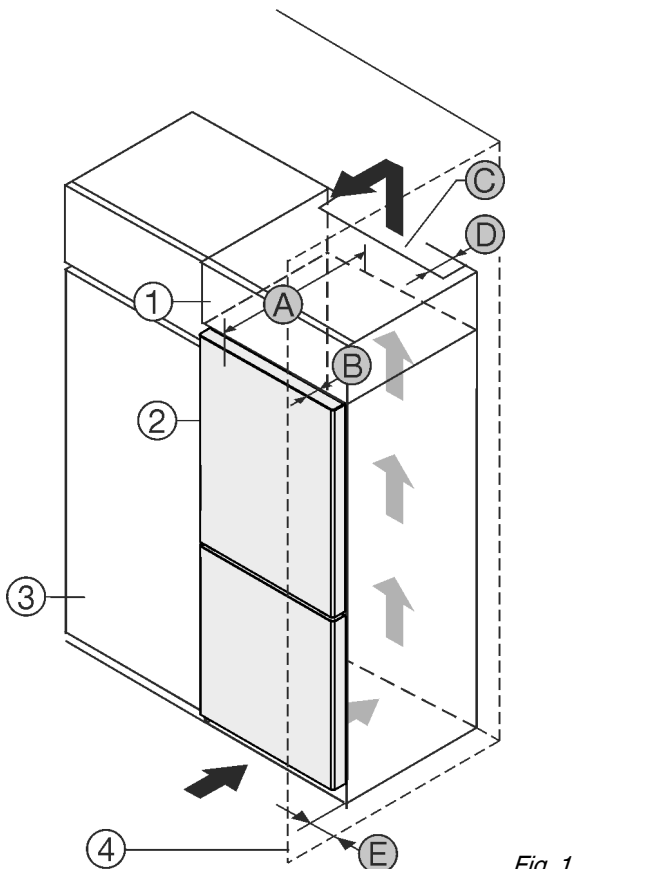

Fig. 1
- (1) Opbouwkast
- (2) Apparaat
- (3) Keukenkast
- (4) Wand
- (A) Diepte apparaat
- (B) Diepte deur
- (C) Ventilatie doorsnede
- (D) Afstand achterzijde apparaat
- (E) Afstand tot apparaatzijde
Apparaat direct naast de keukenkast Fig. 1 (3) opstellen.*
Aan de achterzijde van de opzetkast moet een luchtafvoerkanal met de diepte Fig. 1 (D) over de volledige breedte van de opzetkast aanwezig zijn.
Onder het plafond moet de ventilatie doorsnede Fig. 1 (C) worden aangehouden.
Als het apparaat met de scharnieren naast een wand Fig. 1 (4) wordt geplaatst, moet de afstand tussen het apparaat en de wand minimaal 13mm bedragen.
Als het apparaat met de scharnieren naast een wand Fig. 1 (4) wordt geplaatst, moet de afstand tussen het apparaat en de wand minimaal 20mm bedragen.
Om de deuren volledig te kunnen openen, moet het apparaat overeenkomstig de diepte deur Fig. 1 (B) t.o.v. het keukenkastfront uitsteken. Afhankelijk van de diepte van de keukenkasten Fig. 1 (3) en het gebruik van de wandafstandhouders kan het apparaat verder uitsteken.*